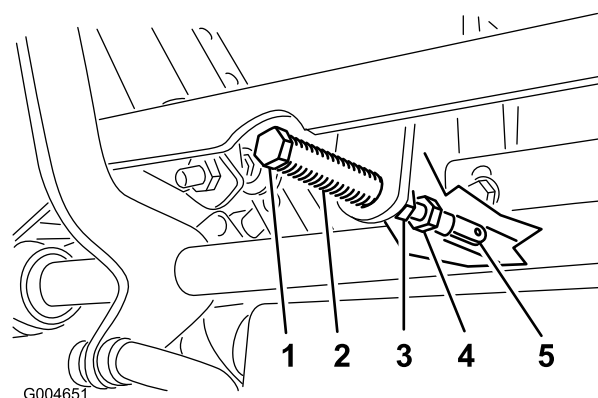

Figura 56
5. Tirate indietro la leva finché il cavallotto con testa (sul braccio sottostante l'albero di articolazione) non tocca l'estremità della scanalatura (inizia a premere sulla molla) (Figura 56).
7. Se occorre regolare, allentate il dado e il controdado contro la forcella (Figura 56).
8. Premete leggermente indietro la leva di comando del movimento e girate la testa del bullone di regolazione nella direzione opportuna finché la leva di comando non si trova al centro, in posizione di bloccaggio in folle (Figura 56).
9. Serrate il dado e il controdado (Figura 56).
10. Serrate i controdadi dei giunti a sfera (Figura 56).